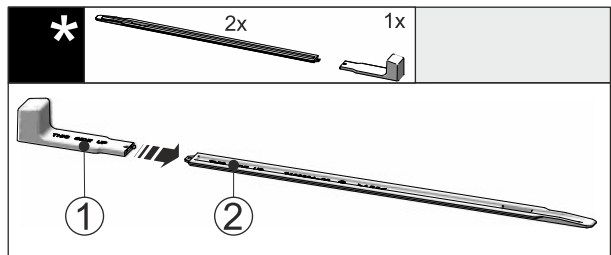

Fig. 45
- Pistke montaažikäepide Fig. 45 (1) nivelleerimis-siini Fig. 45 (2) külge.